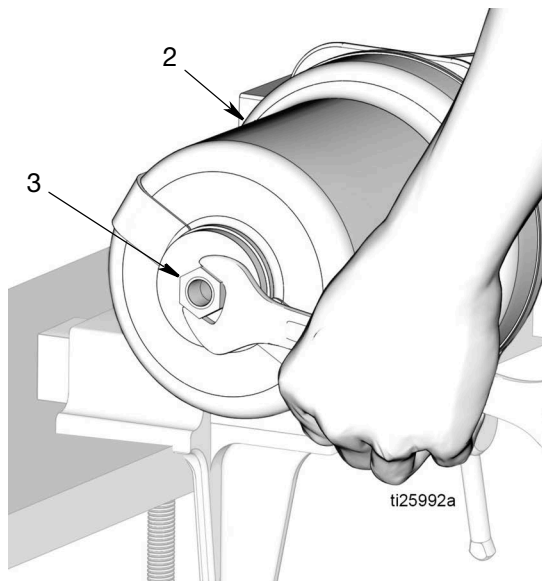

FIG. 55
- e. Visser le contre-écrou (3) du piston en haut du vérin pneumatique (2) comme indiqué à la FIG. 55. Serrer l'écrou à l'aide d'une clé. Puis serrer à un couple de 20,3 à 23,1 N•m (15 à 17 po-lb).